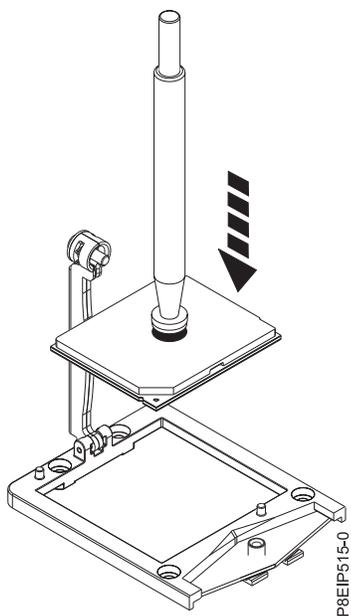

Figura 54. Abaixando o processador no soquete
- a. Abaixando a pinça e o módulo de processador do sistema no soquete, conforme mostrado na Figura 54 na página 50. Alinhe a aresta biselada do processador com a aresta biselada no soquete. Tome cuidado para abaixar a ferramenta equilibradamente sem inclinar o processador.